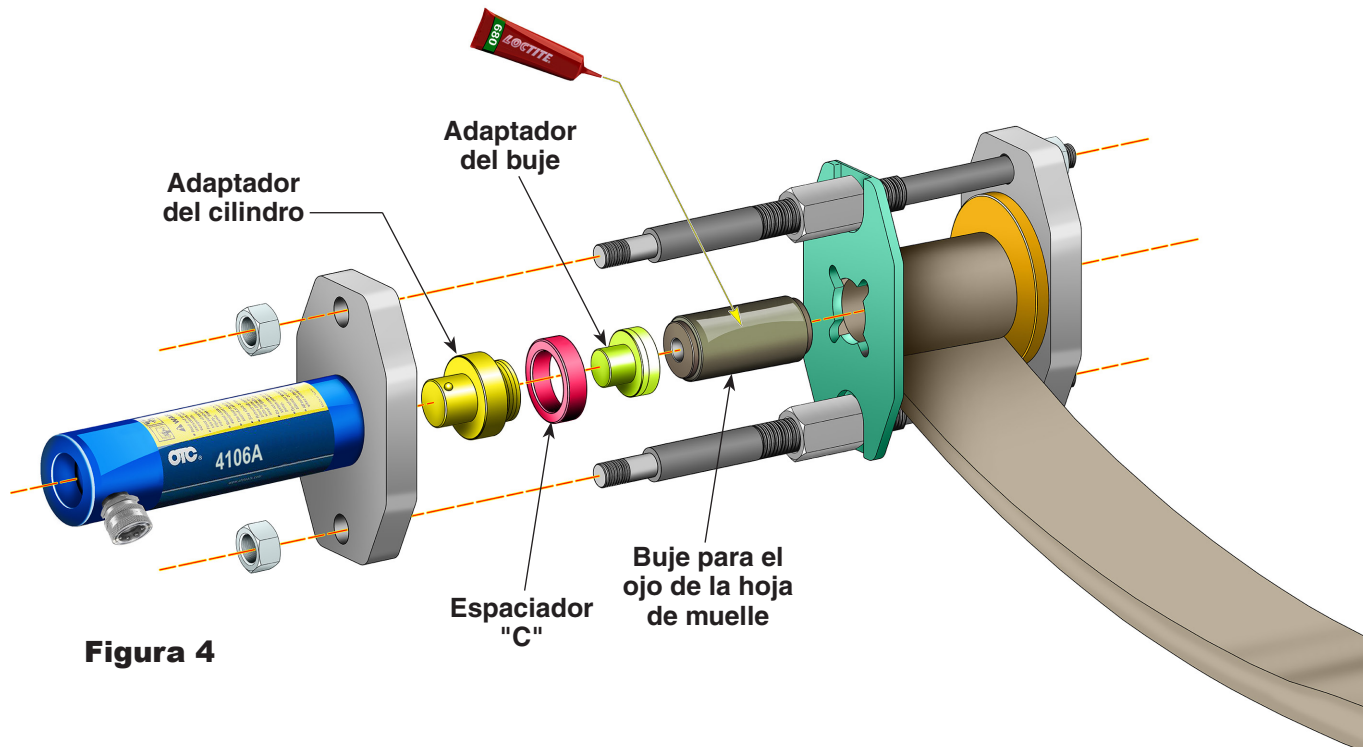

Figura 4
2. Introduzca el adaptador del cilindro en el cabezal del cilindro como se muestra en la figura 4.